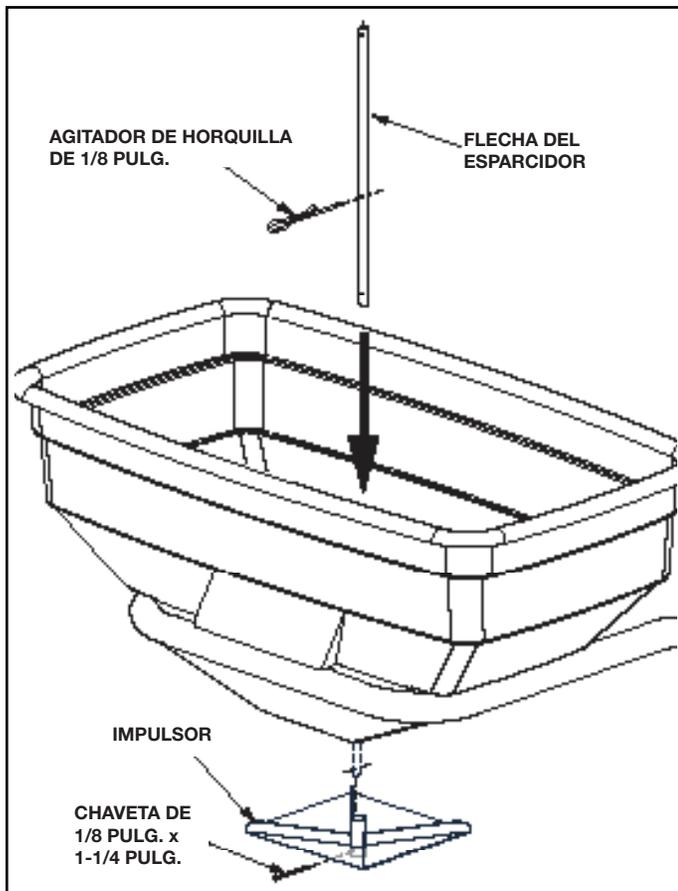

FIGURA 9
11. Inserte el agitador de horquilla de 1/8 pulg. dentro del orificio intermedio en la flecha del esparcidor. Véase la Figura 9.
12. Deslice el extremo de la flecha del esparcidor a través del buje de plástico en la parte inferior de la tolva. Véase la Figura 9.
13. Deslice el impulsor sobre la flecha del esparcidor y asegúrelo con una chaveta de 1/8 pulg. x 1-1/4 pulg. Véase la Figura 9.